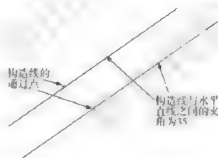

图 3-15
(3) “角度(A)”参数选项:主要是根据用户要求绘制任意指定角度的构造线,效果如图 3-15 所示。